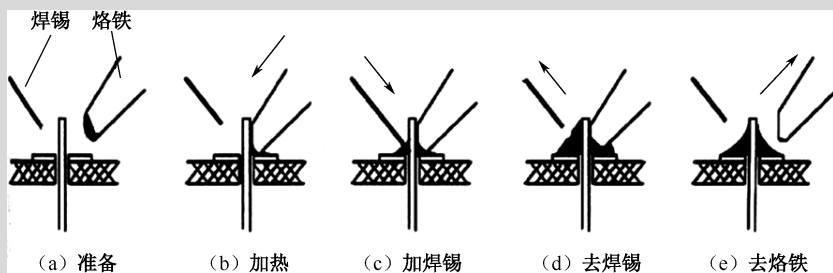

图 1-53 五步焊接过程
手工焊接操作过程可以分成准备、加热、加焊锡、去焊锡、去烙铁等五个步骤, 如图 1-53
**步骤一：准备**[图 1-53 (a)]。左手拿焊丝，右手握烙铁，进入备焊状态。要求烙铁头保持干净，无焊渣等氧化物，并在表面镀有一层焊锡。
**步骤二：加热**[图 1-53 (b)]。烙铁头靠在两焊件的连接处，加热整个焊件全体，时间为 1~2 秒。对于在印制板上焊接元器件来说，要注意使烙铁头同时接触两个被焊接物。例如，图 1-53 (b) 中的导线与接线柱、元器件引线与焊盘要同时均匀受热。
**步骤三：加焊锡**[图 1-53 (c)]。焊件的焊接面被加热到一定温度时，焊锡丝从烙铁对面接触焊件。注意不要把焊锡丝送到烙铁头上。
**步骤四：去焊锡**[图 1-53 (d)]。当焊丝融化一定量后，立即向左上 45° 方向移开焊丝。
**步骤五：去烙铁**[图 1-53 (e)]。焊锡浸润焊盘和焊件的施焊部位以后，向右上 45° 方向移开烙铁，结束焊接。从第三步开始到第五步结束，时间也是 1~2 秒。